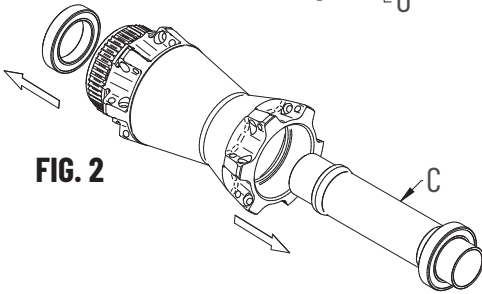

FIG. 2
- Applicare una leggera pressione al perno (C) utilizzando un utensile con battuta in plastica: esercitate la pressione fino a quando non fuoriesce interamente il cuscinetto dalla propria sede completo di perno (Fig. 2).
- Una volta sfilato il primo cuscinetto, grazie ad un apposito estrattore con diametro 17mm, estraete il secondo cuscinetto (Fig. 2).